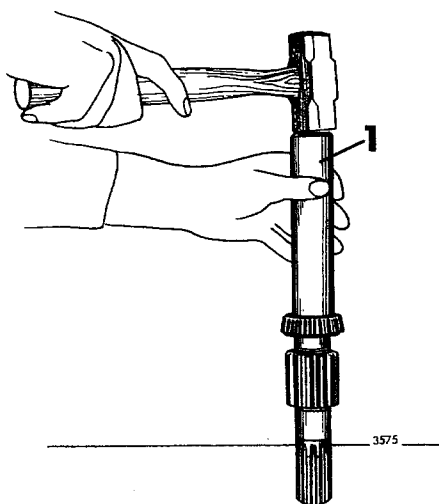

Fig 08-12. Montering av innerring
4. Pressa bakre lagrets innerring på utgående axeln, se fig 08-12. Pressa även på hastighetsmätarhjulet.